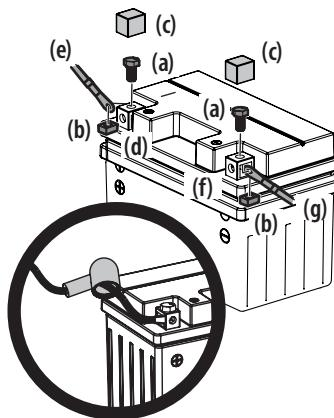

Figura 13
1. Extraiga los tornillos de cabeza hexagonal (a) y las tuercas cuadradas (b) situados en el extremo del mazo de cables o en la bolsa que acompaña a este manual. Guarde las piezas para uso posterior. Consulte la Figura 13 en la página 43.
2. Extraiga la cubierta de plástico (c), si la hay, del borne positivo de la batería (d) y fije el cable rojo (e) al borne positivo de la batería (d) con uno de los tornillos hexagonales (a) y las tuercas cuadradas (b), del paso 1. Use un destornillador Philips. Consulte la Figura 13 en la página 43.
3. Coloque el capuchón de caucho rojo por encima del borne positivo de la batería para protegerlo contra la corrosión. Consulte el recuadro de la Figura 13 en la página 43.
4. Extraiga la cubierta de plástico (c), si la hay, del borne negativo de la batería (f) y conecte el cable negro (g) al borne negativo de la batería (f) con el tornillo hexagonal (a) y la tuerca cuadrada (b) restantes. Consulte la Figura 13.